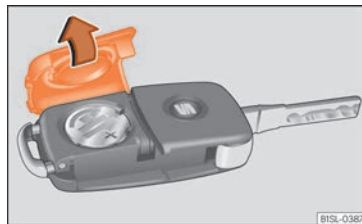

Fig. 87 Clé du véhicule : couvercle du compartiment de la pile.
- Retirez le couvercle de la partie arrière de la clé du véhicule »» fig. 87 dans le sens de la flèche »» ❶.
- Placez le couvercle comme indiqué »» fig. 87, et appuyez-le sur le boîtier de la clé du véhicule dans le sens contraire de la flèche jusqu'à ce qu'il s'encastre.